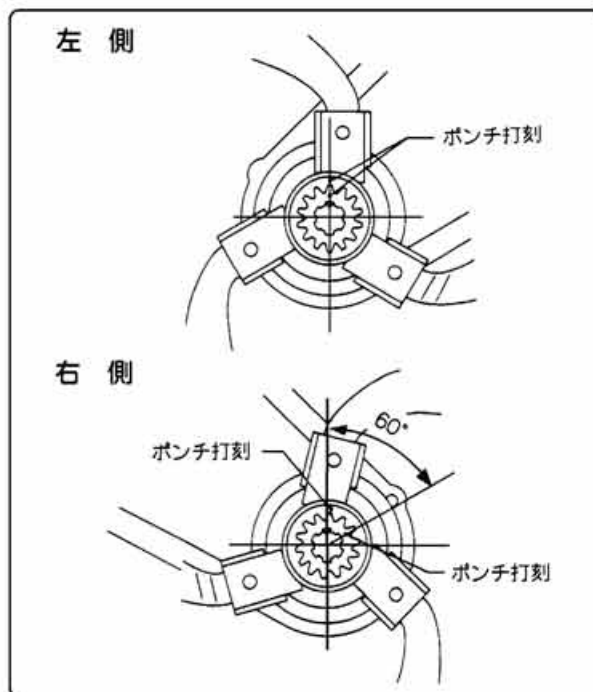

図39
- ① クロス刃受の組付は図39を参照にして組付けしてください。